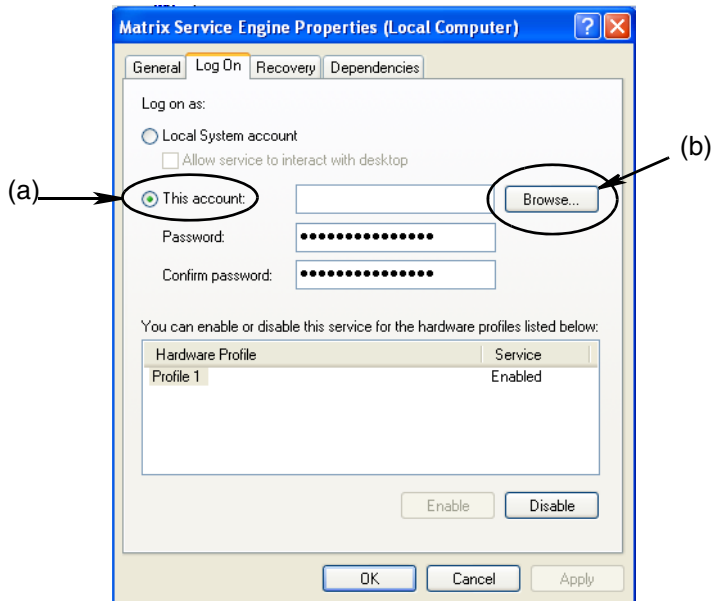

FIG. 58
- f. Selecteer "Deze account" (a) (FIG. 58).
- g. Klik op de knop Bladeren (b) FIG. 58).
- Wanneer de opgegeven naam gevonden is, wordt het scherm zoals in FIG. 58 opnieuw weergegeven. Geef het wachtwoord voor uw computer in. Voer precies hetzelfde wachtwoord opnieuw in, in het veld Wachtwoord bevestigen.